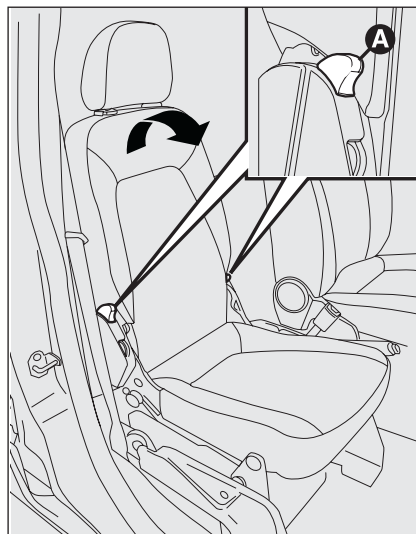

fig. 21
- ☐ actuar la palancas **A-fig. 21** y volcar hacia delante el respaldo, interviniendo en el sentido indicado por la flecha;